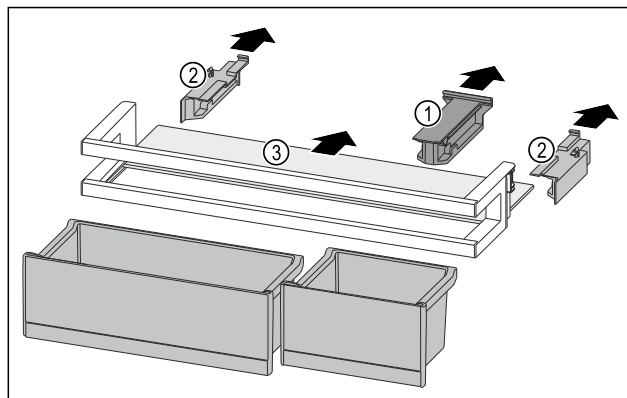

Fig. 146
- Držák Fig. 146 (1) stáhněte.
- Boční díly Fig. 146 (2) stáhněte.
- Odkládací plochu Fig. 146 (3) odeberte.